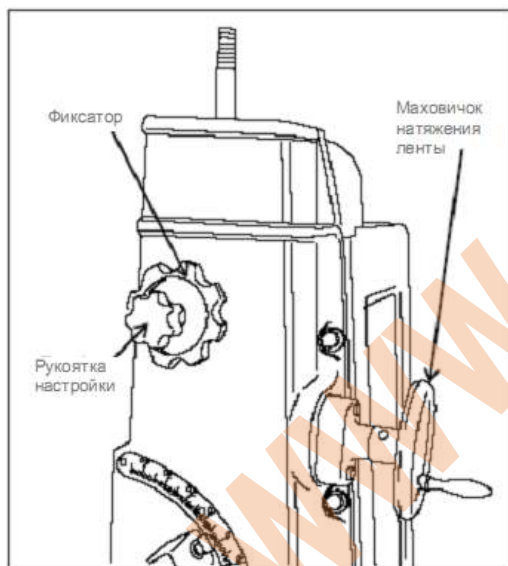

Рис. 7: Компоненты настройки смещения ленты (для замены и настройки верхняя крышка снимается).
4. Ослабить натяжение ленты, повернув рукоятку натяжения против часовой стрелки (Рис. 7). Если рукоятка поворачивается с трудом, то выполнить техническое обслуживание механизма смещения ленты в соответствии с инструкциями данному разделе.